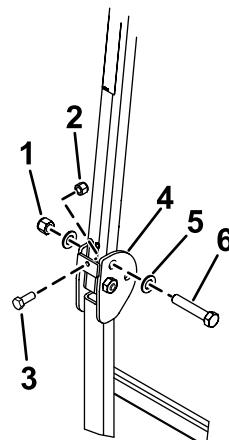

Рисунок 9
- Установите шайбу (13/16 x 1½ дюйма) на каждый болт (¾ x 4 дюйма), как показано на Рисунок 9.
- В отверстия, из которых были извлечены штифты, установите болты с шайбами (Рисунок 9).
- Установите еще по одной шайбе на каждый болт и закрепите с помощью гаек (¾ дюйма), как показано на Рисунок 9. Затяните гайки с моментом от 323 до 396 Н·м.
- Установите болт (3/8- 16 x 1 дюйм или 1 - 1/4 дюйма) с зажимной гайкой (болты и зажимные гайки в комплект не входят) в пластину с резьбой на каждой стороне нижней части защитной дуги в области петель (Рисунок 9). Затяните болт до упора
7. Затяните шарнирный болт конструкции ROPS (Рисунок 9) с моментом 91 – 113 Н·м, чтобы предотвратить любые вибрации защитной дуги и солнцезащитного навеса.